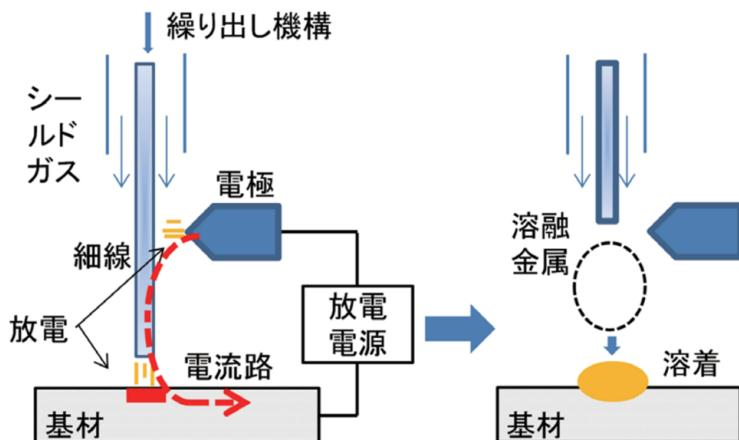

図 2.16 インクジェット型金属 3D プリンターの概略図
下に 3D プリンターの図 2.16 を示す。この 3D プリンターには①細線繰り出し電極、②薄肉パイプ回転電極の二つの特徴がある。